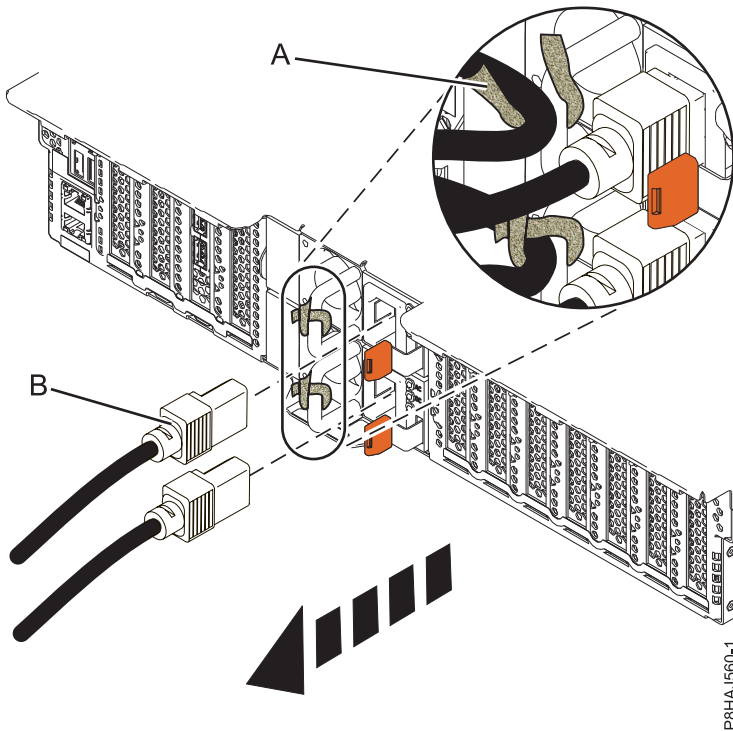
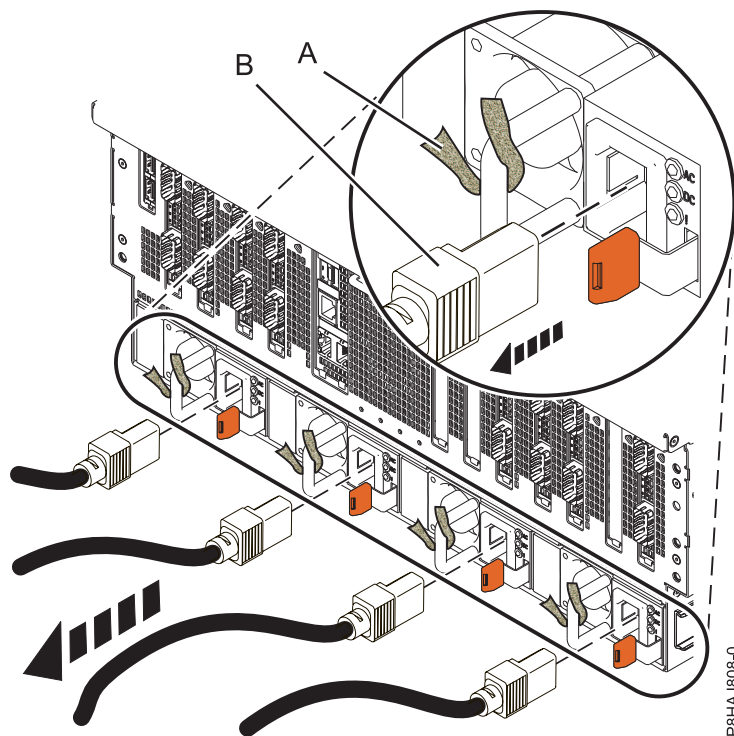

Figure 44. Retrait des cordons d'alimentation d'un système 5148-21L, 5148-22L, 8247-21L, 8247-22L, 8284-21A, ou 8284-22A
Figure 45. Retrait des cordons d'alimentation d'un système 8408-44E ou 8408-E8E
3. Débranchez les cordons d'alimentation (**B**) de l'unité centrale. Voir les figures figure 43, à la page 58, figure 44, à la page 58 ou figure 45, à la page 59 selon le type de votre système.